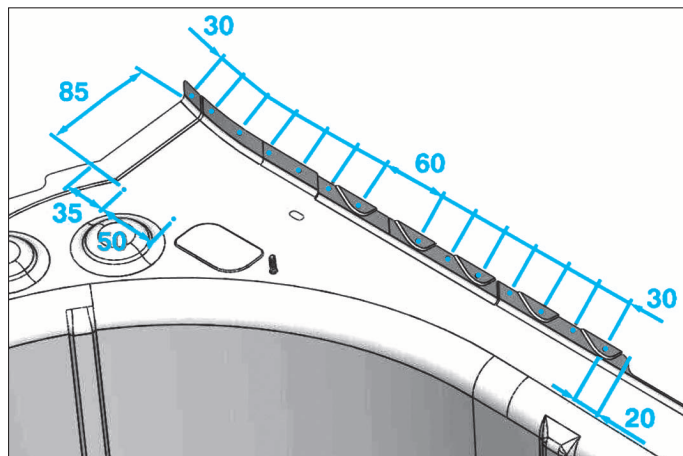

FIG. 100
- Percer les 16 trous de Ø 6,5 mm (Fig.100).